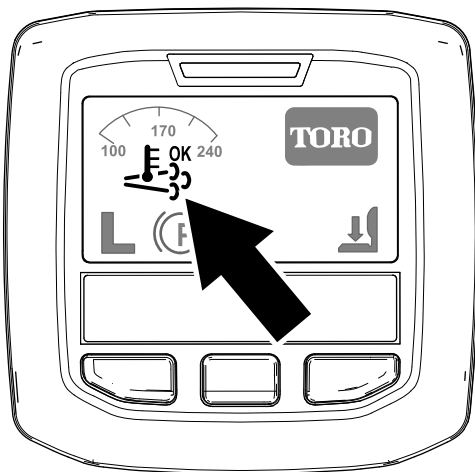

Figure 21
- L'icône de régénération assistée/réinitialisée s'affiche dans l'InfoCenter (Figure 21).